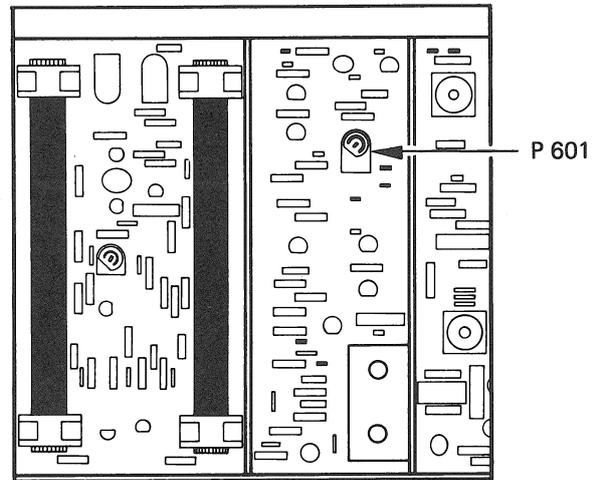

Bild 4.13.-1
Trimm-Potentiometer P 601 (siehe Bild 4.13.-1) abgleichen, bis die Anzeige MULTIPATH (42) aufleuchtet; sodann soweit zurückdrehen, bis die Leuchtanzeige eben erlischt.